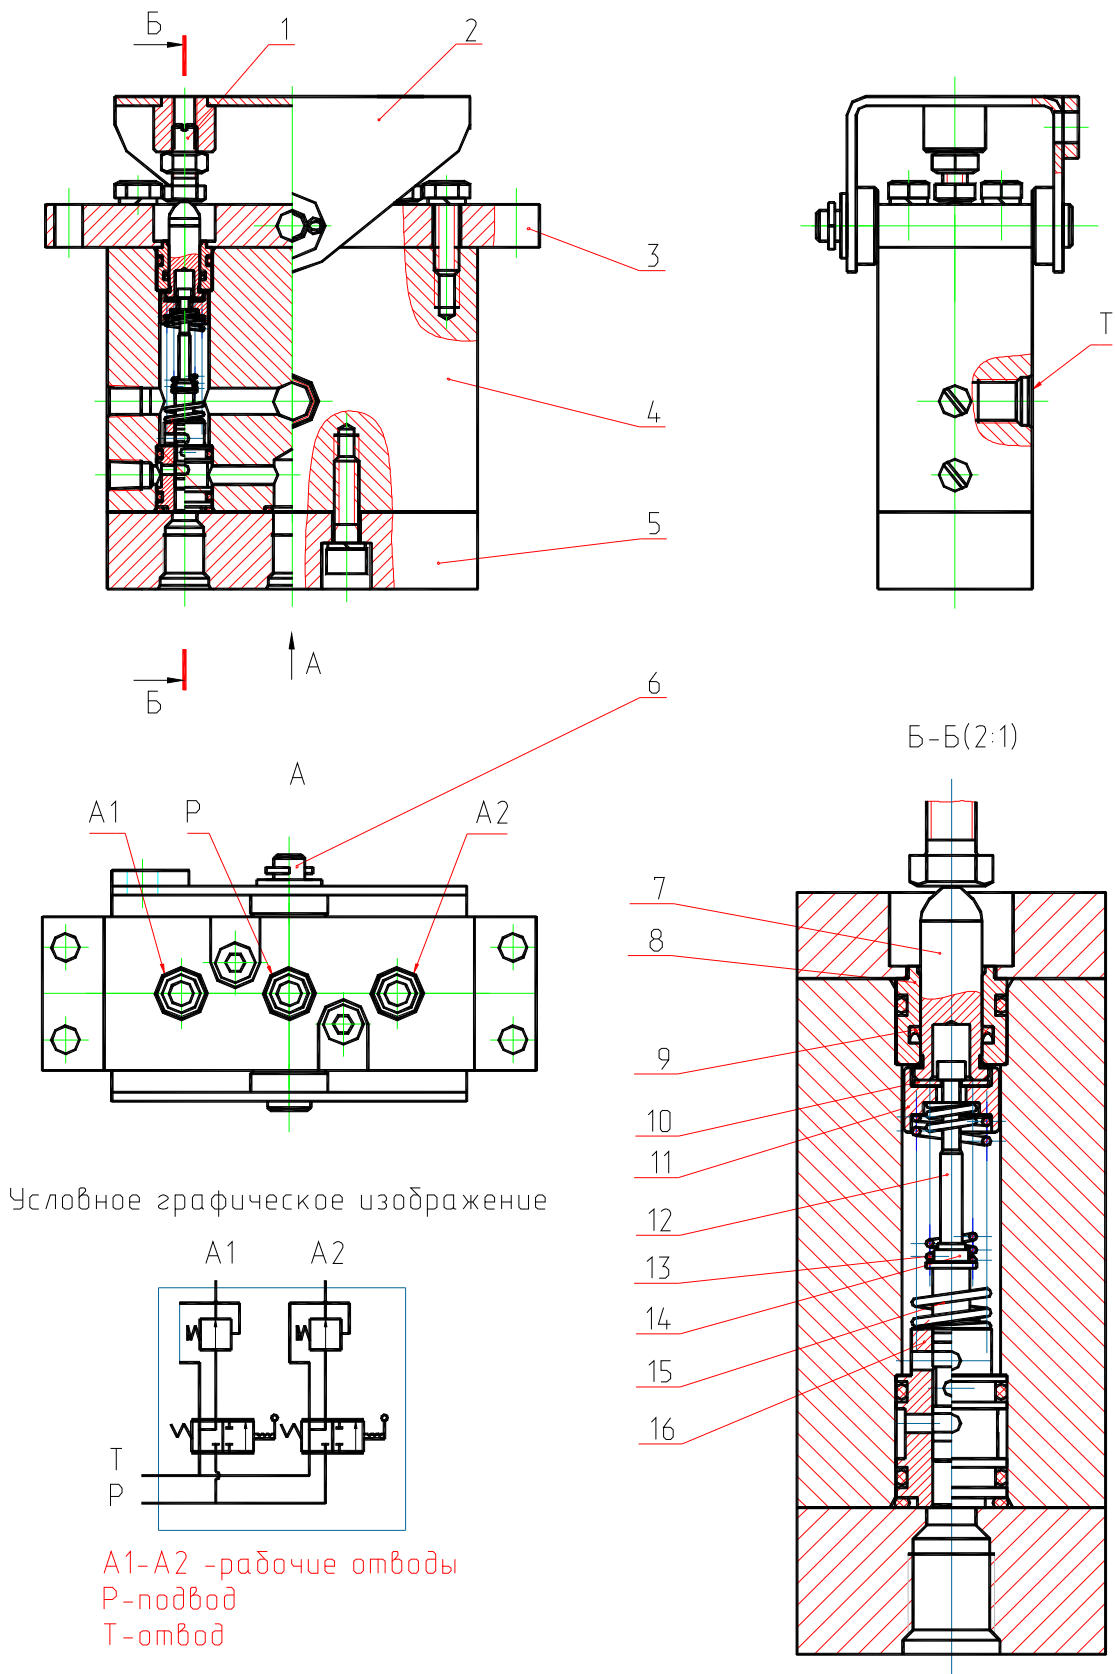

Рис. 55 Блок управления педальный
3) Блок управления III (рис.55) – педальный двухзолотниковый